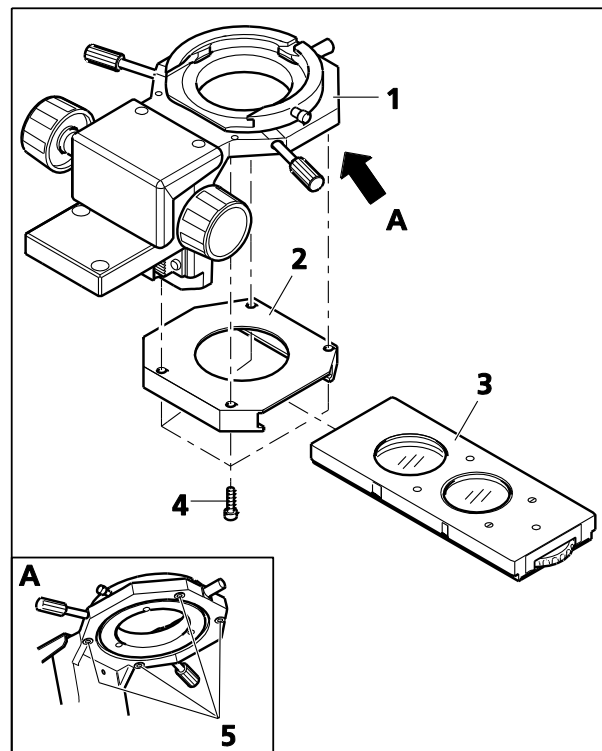

Figure 3-39 Installation du polariseur SÉNARMONT
- Visser le cadre de montage (Figure 3-39/2) à l'aide de quatre vis (Figure 3-39/4) sur la face inférieure du porte-condenseur (Figure 3-39/1).
- Faire glisser le polariseur Sénarmont (Figure 3-39/3) dans le guide du cadre de montage.